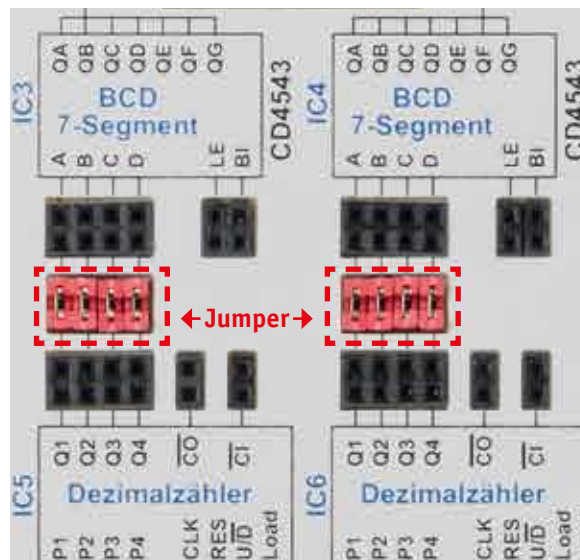

Bild 2: Mittels Jumper werden Zähler (CD4510) und Anzeigendecoder (CD4543) verbunden.
Fangen wir also mit Erzeugung dieser Taktfrequenz an. Der Grundtakt wird mit dem Oszillator und Teiler CD4060 erzeugt, wie in Bild 2 dargestellt. Der verwendete Quarz arbeitet mit einer Frequenz von 4,19439 MHz. Durch den integrierten Teiler wird die Frequenz mit jeder Teilerstufe durch zwei geteilt. Wir verwenden die Frequenz am Ausgang Q12. An diesem Anschluss liegt die Oszillatorfrequenz geteilt durch 212 (4096) an. Das ergibt 4,194304 MHz, geteilt durch 4096 = 1024 Hz.
Wie man über eine Wired-And-Matrix den Teilerfaktor errechnet, ist im Abschnitt „CD4060“ bzw. „CD4040“ erklärt. Um es vorwegzunehmen, wir benötigen die Teilerausgänge Q2, Q3, Q5, Q6 und Q9, die mittels einer Und-Funktion einen Reset am CD4040 auslösen müssen. Entsprechend sind also an den genannten Teilerausgängen die Steckbrücken (Jumper) zu setzen. Der Anschluss Reset FB2 wird nun über eine Diode mit dem Reseteingang des CD4040 verbunden (siehe Bild 2). Durch diese Maßnahmen erhalten wir einen Teiler, der die Eingangsfrequenz (1024 Hz) durch 310 teilt. Wir erhalten somit eine Frequenz von 3,304 Hz, also nicht ganz genau die erwünschte Frequenz von 3,3 Hz. Diese kleine Abweichung nehmen wir in Kauf, denn alleine durch die Reaktionszeit beim Drücken der Tasten ergeben sich größere Abweichungen.
Beim Übergang von der Zählstufe 9 nach 0 wird ein Impuls am Ausgang Carry-out (CO) generiert, den wir nutzen, um den zweiten Zähler IC5 zu takten. Das war in Sachen Zählereinheit schon alles. Um die Zählerstände zur Anzeige bringen zu können, setzen wir den BCD-zu-7-Segment-Decoder ein. Dies geschieht mit IC3 und IC4 vom Typ CD4543. Auch hier ist die Funktionsbeschreibung in dem entsprechenden Abschnitt erklärt. Diese Wandler setzen den BCD-Code der Zählerausgänge in einen Code für die 7-Segment-Anzeigen um, sodass wir die Zahl auf der LED-Anzeige ablesen können. Zu beachten ist hier, dass die Zählerausgänge (IC5 und IC6) mit den Eingängen der Decoder verbunden werden müssen. Dies geschieht über Jumper, wie sie in Bild 2 dargestellt sind.